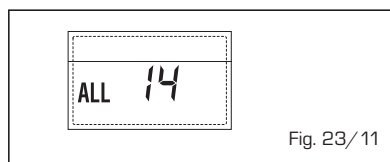

Fig. 23/11
- ANOMALÍA DEL VENTILADOR "ALL 15" (fig. 23/12)